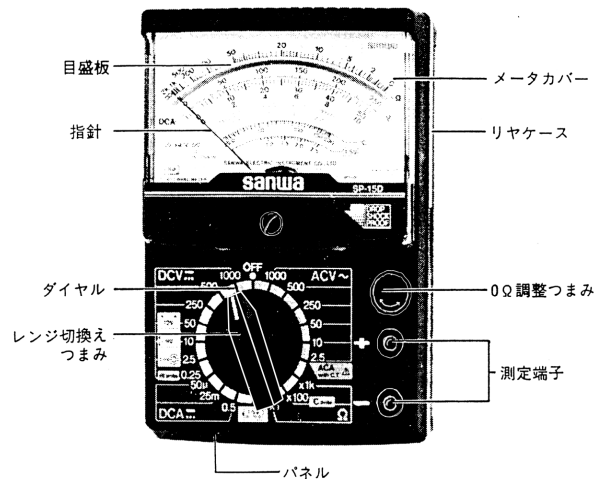
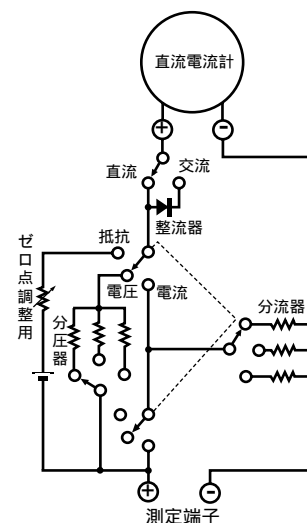

図 15
図 16
I. 原理 テスター (circuit tester) は、1 台で直流電圧、直流電流、交流電圧、電気抵抗が測定できる簡便な測定器である。外形を図 15 に、内部の原理的な回路を図 16 に示す。表示器としての高感度電流計に、抵抗、整流器、乾電池を組み合わせて各種の測定ができるようになっている。メーターでの小さい値の読み取りには限界があるから、1つの機能内でもいくつかのレンジ(測定範囲)に分けられている。機能および測定レンジの選択はパネル面のレンジ切替つまみで行う。